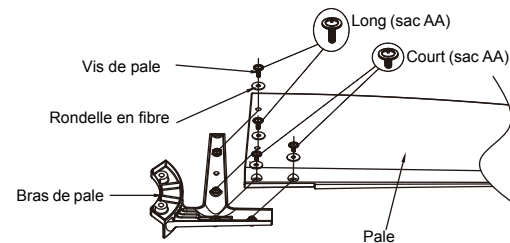

Fig. 15
Étape 1. Placez une pale sur un bras de pale avec des montants filetés (voir illustration). Assurez-vous que le bord inférieur de la pale est bien logé contre le bras de la pale. À l'aide d'un tournevis Philips, placez (1) vis de pale et (1) rondelle dans la pale et le bras de pale (ne pas serrer). Répétez l'opération pour les (3) autres vis de pale et les (3) rondelles. Serrez bien toutes les vis. Assurez-vous que la pale est installée à plat. Répétez les étapes pour les autres pales. (Fig. 15)
Rappel : Il existe deux types de vis de pale (une courte et une autre longue), voir la Fig. 15 pour de plus amples informations et prenez soin de ne pas les mélanger.